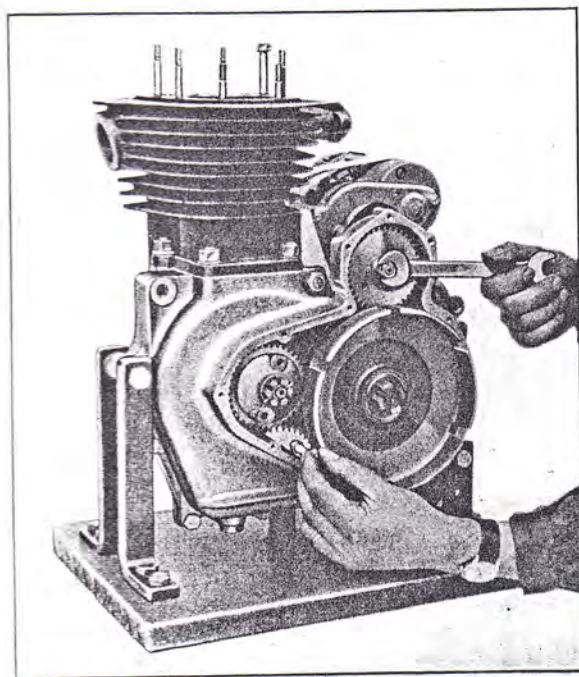

Fig. 12. — Demoneren van de Magdyno.
- De moer aan het einde van de tussen-aandrijfas van de Magdyno afnemen, terwijl men het draaien van de motor belet, door een kleine getande sector tegen de onderzijde van de tandwielen te plaatsen (zie fig. 12).